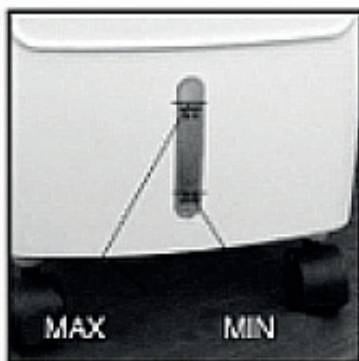

Fig 2
- a - Faites attention au niveau du réservoir d'eau lorsque vous ajoutez de l'eau (Fig. 2).